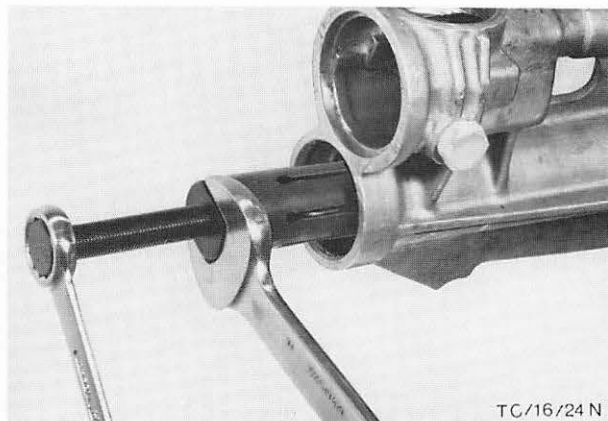

Abb. 85 Büchse – Getriebeverlängerung mit Spezialwerkzeug 16-011 ausziehen.
10. Büchse – Getriebeverlängerung mit Spezialwerkzeug 16-011 ausziehen. Abb. 85. **Radialdichtring oder Büchse – Getriebeverlängerung können nur ausgewechselt werden, wenn Getriebeverlängerung und Hauptwelle eingebaut sind.**